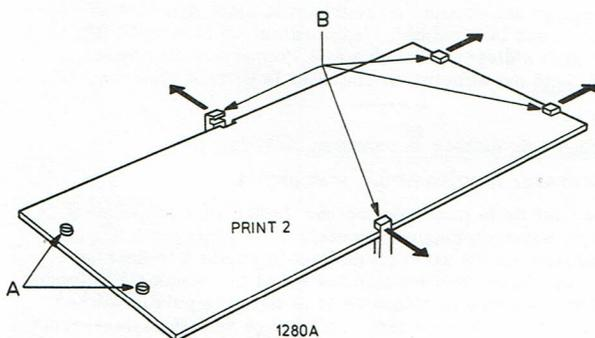

Fig. 6
- Remplacement des potentiomètres (voir fig. 6).